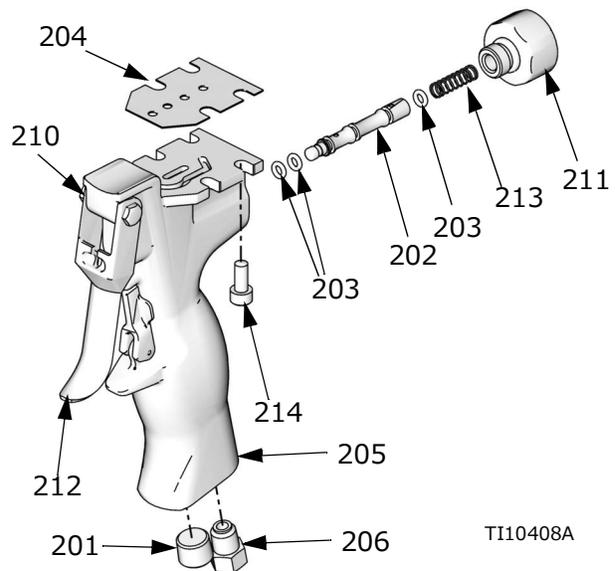

図 9
1. Oリング (203) をたっぷり潤滑して再度組み立てます。スプール (202) とスプリング (213) を取り付けます。プラグ (211) を 14-15 N•m (125-135 インチ - ポンド) のトルクで締めます。図 9 を参照ください。
2. ガスケット (204) とディスパンスバルブの位置をハンドル (205) 上で合わせます。4本のネジ (214) を 1.7-2.2 N•m (15-20 インチ - ポンド) のトルクで締めます。